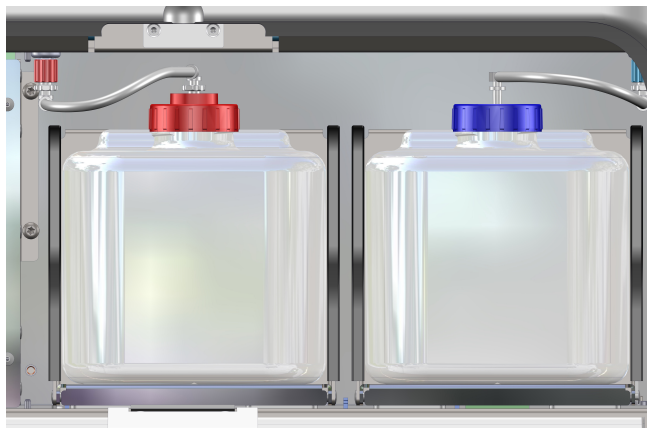

Рисунок 55
2. Найдите емкость iWASTE PRO в левом лотке для емкостей (рис. 55).